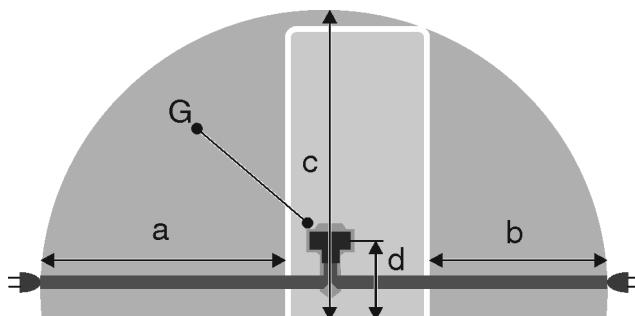

Fig. 22 Chladiace/mraziace kombinácie / mrazničky / celopriestorové zariadenia BioFresh
- Zásuvka sa nenachádza za zariadením, ale v oblastiach a alebo b Fig. 22 (a, b, c).
- Zástrčku zariadenia Fig. 22 (G) zastrčte na zadnej strane zariadenia. Dabajte na správne zaklapnutie.